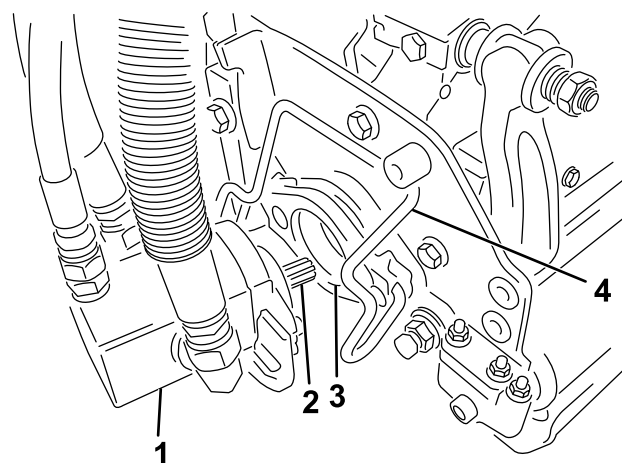

Figure 56
5. Enduisez de graisse propre l'arbre cannelé du moteur de l'unité de coupe (Figure 56).
6. Insérez le moteur dans le côté gauche de l'unité de coupe (vu de la position de l'utilisateur) et tirez la barre de retenue du moteur située sur l'unité de coupe vers le moteur jusqu'à ce que vous entendiez un déclic des deux côtés du moteur (Figure 56).